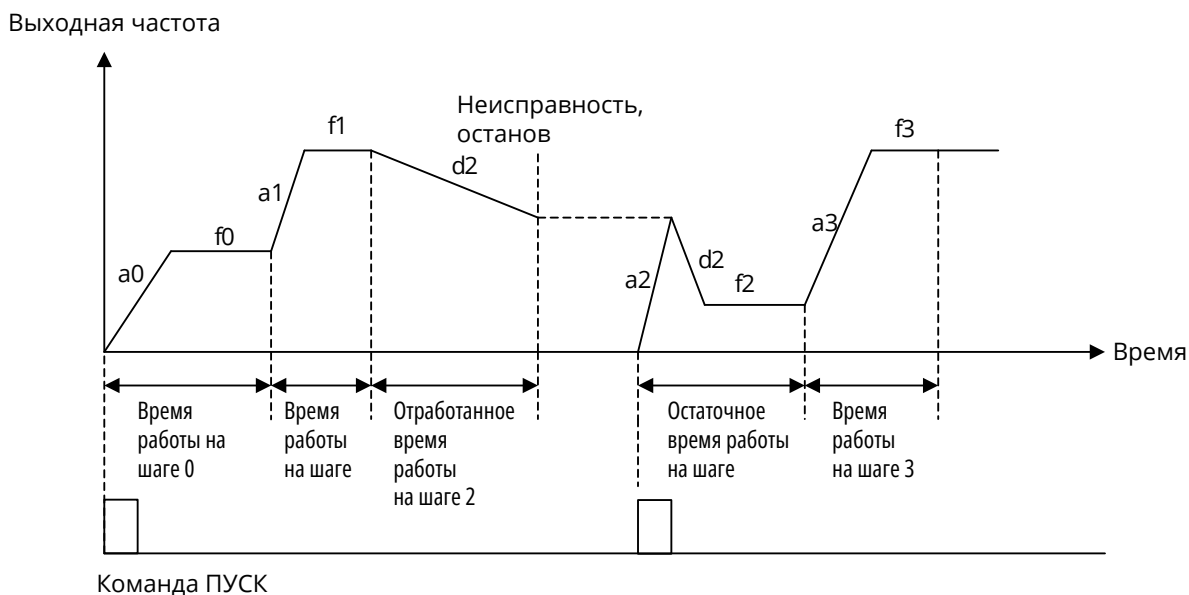

Рис. 6-54
**2:** Продолжить работу с шага и ЧАСТОТЫ, на которой работа была остановлена (или возникла ошибка). См. рис. 6-54: